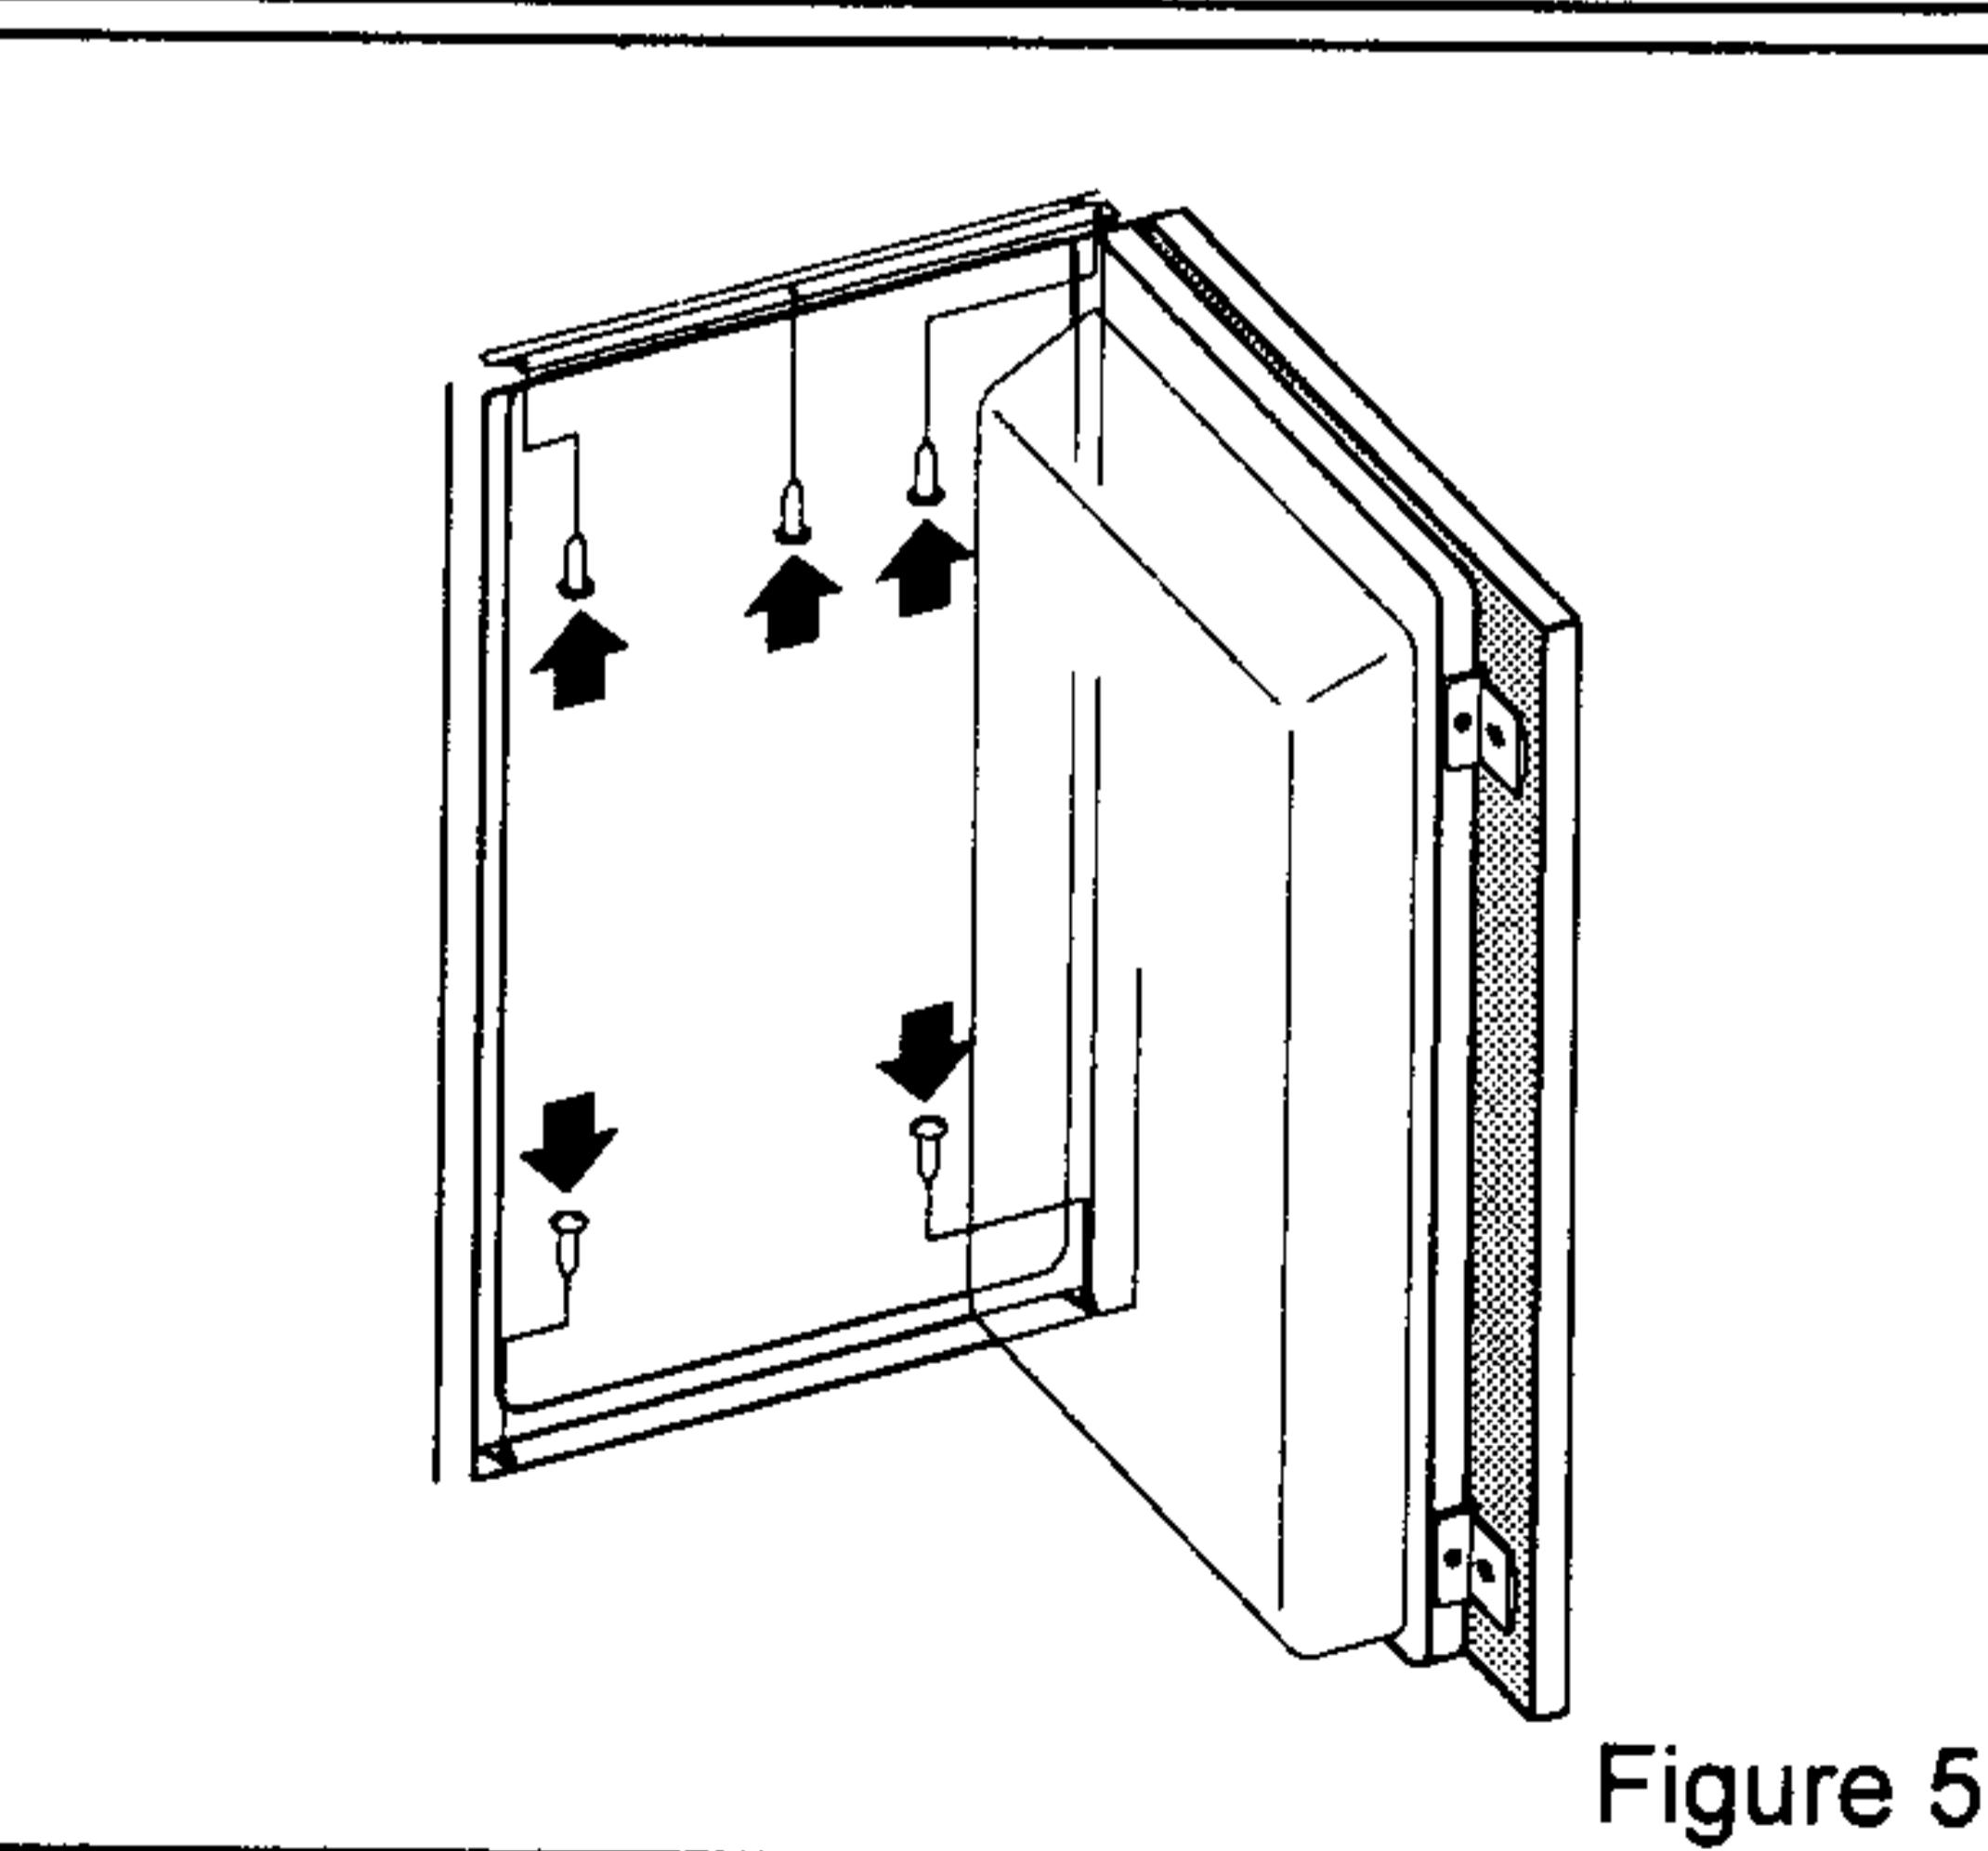

Figure 5
- A la fin, fixez l'appareil dans le meuble. Vissez l'appareil à la partie haute du meuble avec trois vis par la plaque du haut et au fond du meuble avec deux vis par les pivots inférieurs. Forez les trous de ø 2,5 x 5 pour les vis de A 3,5 x 13 (Figure 5).